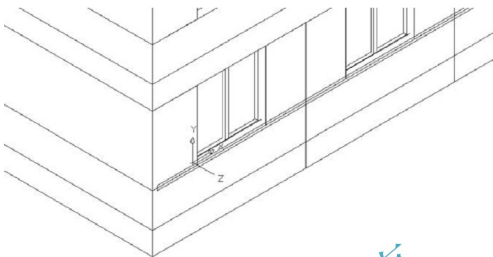

图 6.64 绘制窗台模型
- (3) 在指定下一个点或 [圆弧(A)/半宽(H)/长度(L)/放弃(U)/宽度(W)]: 提示下，输入“W”后按 Enter 键。
- (4) 在指定起点宽度<0.0000>: 提示下，输入“120”。
- (5) 在指定端点宽度<120.0000>: 提示下，按 Enter 键执行尖括号内的值。
- (6) 在指定下一点或 [圆弧(A)/闭合(C)/半宽(H)/长度(L)/放弃(U)/宽度(W)]: 提示下，打开【正交】功能，将光标向 X 轴的正方向拖动，输入“20220”，表示该窗台线长度为 20220mm。
- (7) 按 Enter 键结束命令，结果如图 6.64 所示。